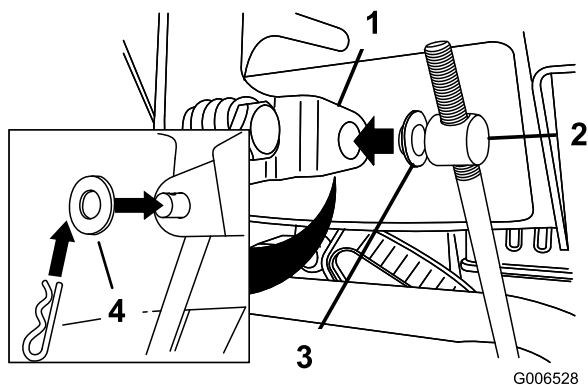

Figure 11
3. Retirez la goupille fendue et la rondelle extérieure du tourillon à l'extrémité supérieure de la tige de commande de vitesse (Figure 11).
**Remarque:** Pour faciliter l'installation, laissez la rondelle plate sur le tourillon (Figure 11).
6. Soulevez la tige de commande de vitesse et insérez le tourillon dans le trou du levier sélecteur de vitesses (Figure 11).